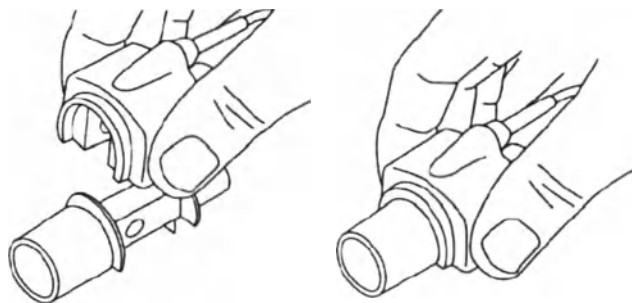

Рисунок 18-10 - Подключение датчика к адаптеру
2. Вставьте датчик в адаптер пациента (см. Рисунок 18-10). При правильном соединении должен прозвучать щелчок.